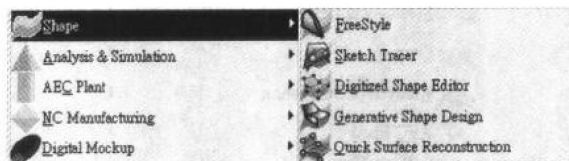

图 1.10
- **Shape:** 提供曲面与逆向工程的单元。可以自由塑造不规则曲面, 利用手绘草图来建构曲面, 以及曲面编辑等功能, 如图 1.10 所示。